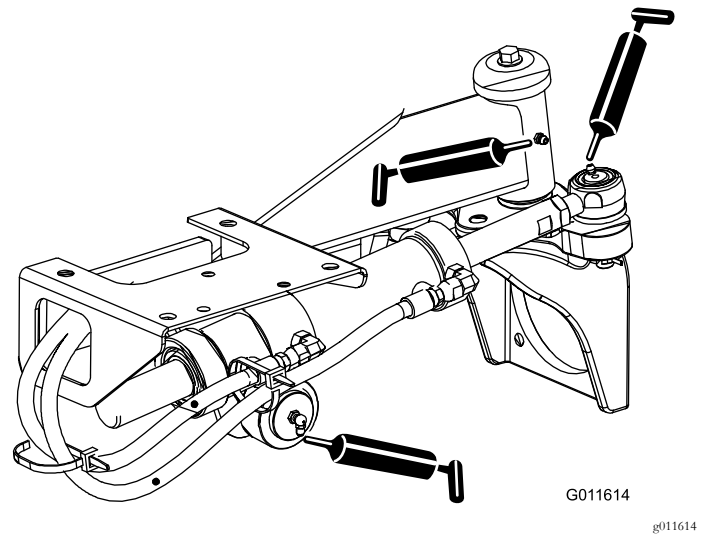

Figura 35
- Articulaciones esféricas del cilindro de dirección (2) y eje trasero (1)—Figura 35